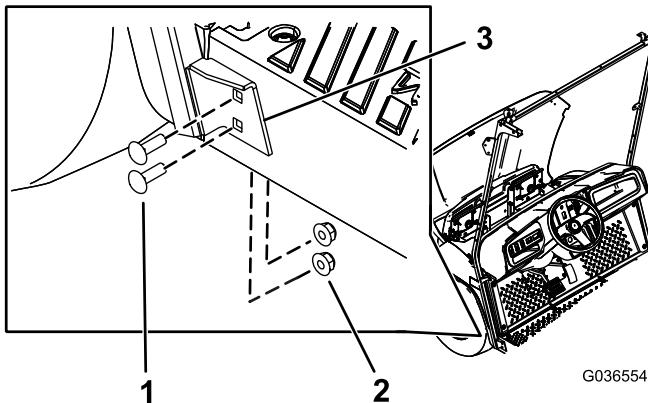

Figura 6
5. Prenda o suporte inferior do suporte do limpador para-brisas ao lado esquerdo da máquina utilizando 4 parafusos da carroçaria (5/16 x 1") e 4 porcas flangeadas (5/16") nos furos que realizou no passo 2 (Figura 6).